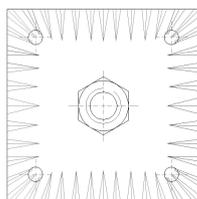

fig.6
- Mantenendo in bolla il cancello, segnare e fissare la piastra di fissaggio (fig.6) alla colonna utilizzando tappi a pressione (consigliati Fischer FV 16 x 60V). Innestando il cardine superiore art. 181/13 (per cancelli carrai) e